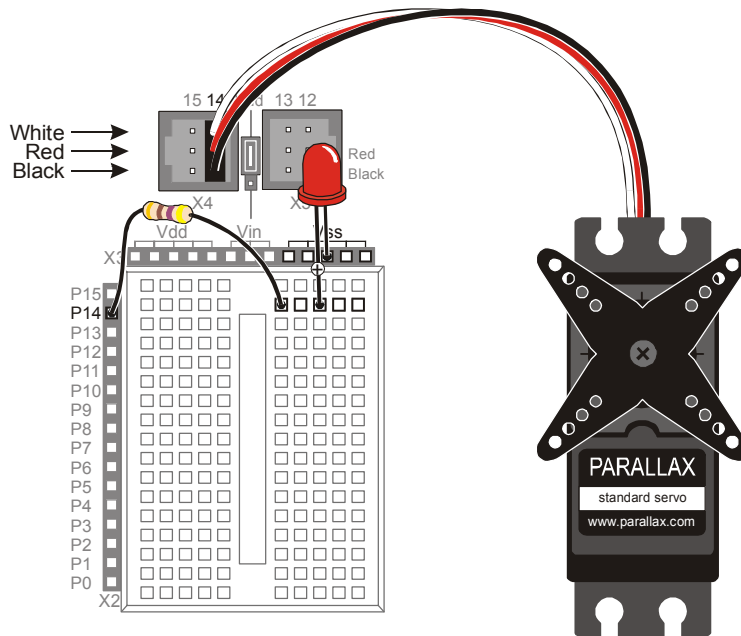

Figura 4-6
- ✓ Costruite il circuito mostrato in Figura 4-6.